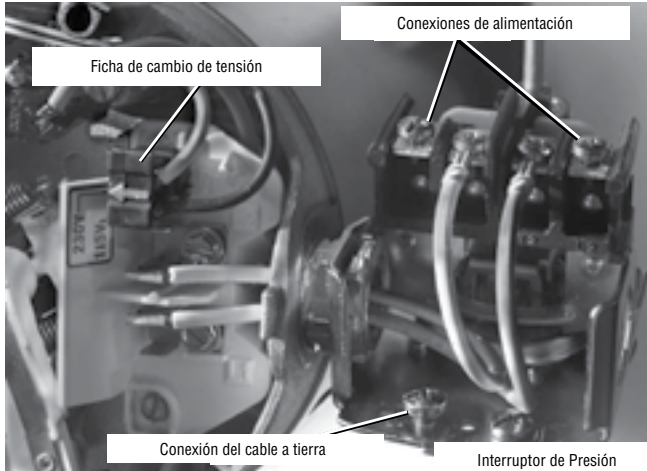

Figura 6 - Tensión configurada para 230 V, tipo ficha.
4. Fije los conductores de energía entrantes a los dos tornillos exteriores en el manóstat, como se ilustra en la Figura 6.
5. Fije el cable de puesta a tierra a una de las conexiones de puesta a tierra, como se ilustra en la Figura 6.
- Primero conecte el cable de puesta a tierra, como se ilustra en la Figura 6. El cable de puesta a tierra debe ser un cable de cobre macizo de por lo menos el mismo tamaño que el de los cables de suministro de energía.
- Conecte los cables de suministro de energía al manóstató como se ilustra en la Figura 6. Es necesario conectar la bomba a un ramal eléctrico separado, directamente desde la caja de fusibles o desde el tablero de disyuntores.